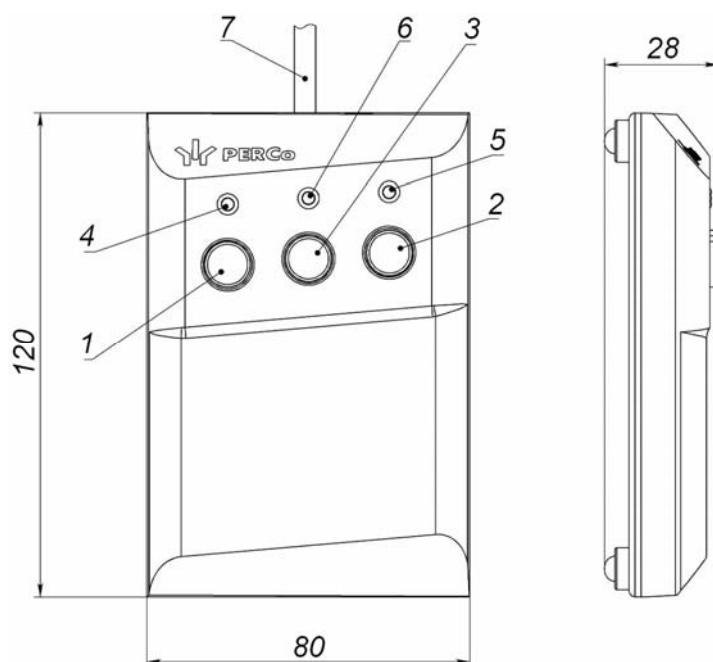

Рисунок 4. Общий вид и габаритные размеры ПДУ
ПДУ (13) выполнен в виде небольшого настольного прибора в корпусе из ударопрочного АБС пластика и предназначен для задания и индикации режимов работы при ручном управлении ЭП. Внешний вид и габаритные размеры ПДУ показаны на рис. 4.